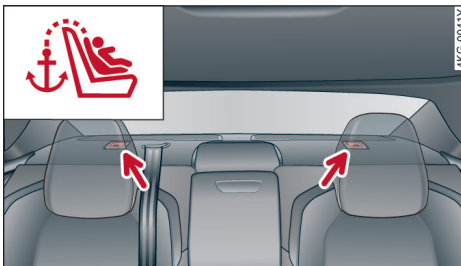

图 73 使用上部固定带的儿童安全约束系统 TopTether 的固定卡座
- ▶ 打开后排座椅后的盖板⇒图 73。
- ▶ 将上部固定带钩入相应的固定环中⇒图 73。